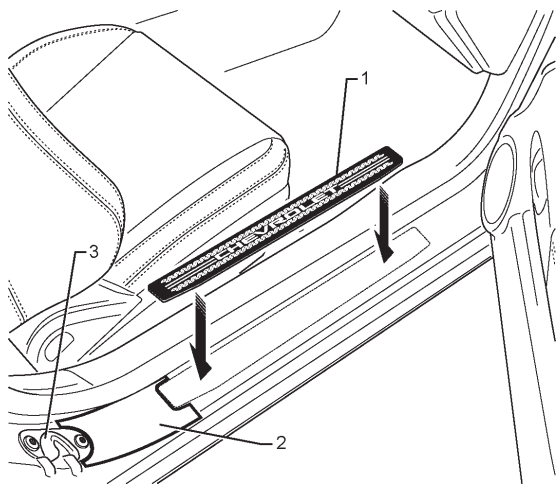

FIGURE 1
3. Position the template (2) along the sill with the rear edge of the template positioned around the lower edge of the door guide alignment plate (3) and flush with the raised door opening sheet metal. Tape the template in position. Refer to figure 1.
3. Placer le gabarit (2) le long du bas de porte en prenant soin de positionner le bord arrière du gabarit autour du bord inférieur de la plaque d'alignement du guide de porte (3) et mettre à niveau avec la tôle d'ouverture de porte soulevée. Apposer un adhésif pour tenir le gabarit en place. Se reporter à la Figure 1.